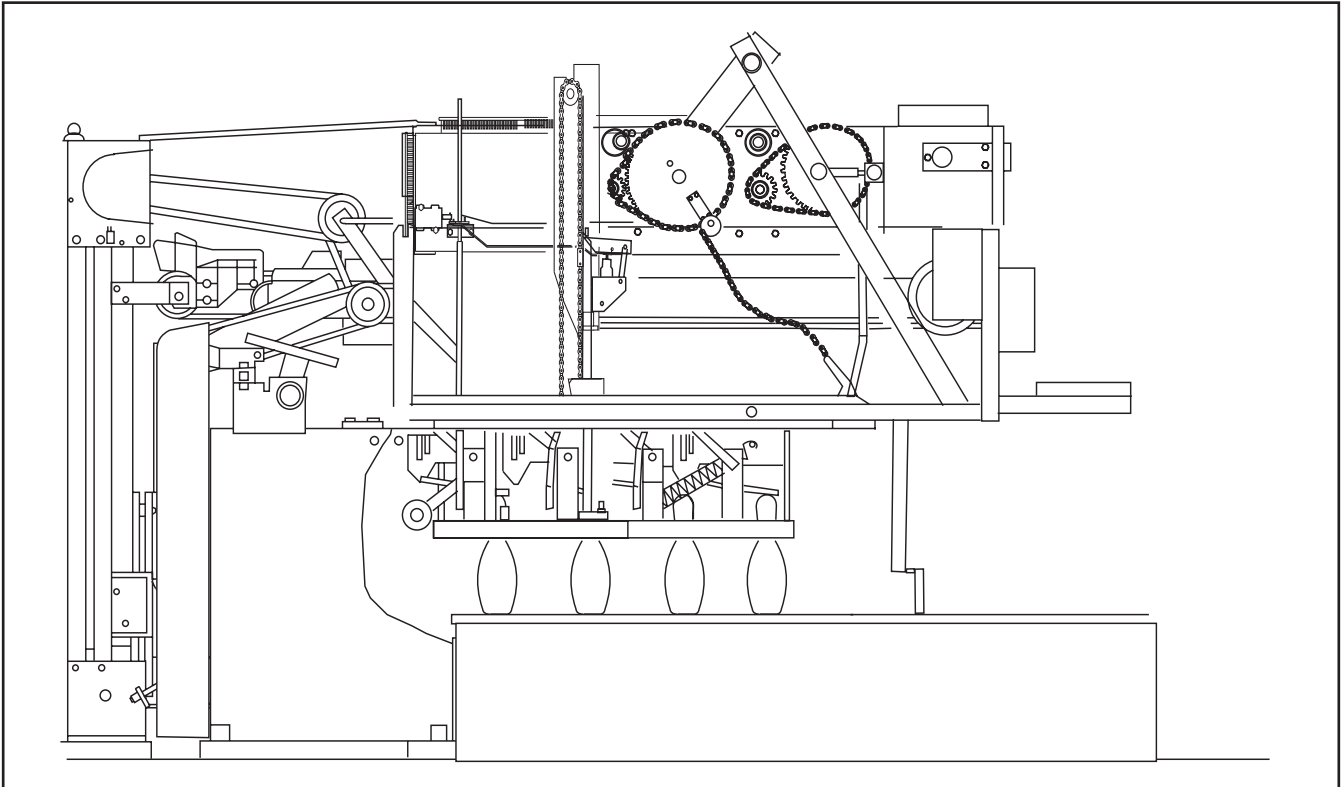

Abbildung 1-12. Pin-Erfassung
- A. Stehende Pins erfassen, nachdem ein Ball gerollt wurde. *Abbildung 1-12.*